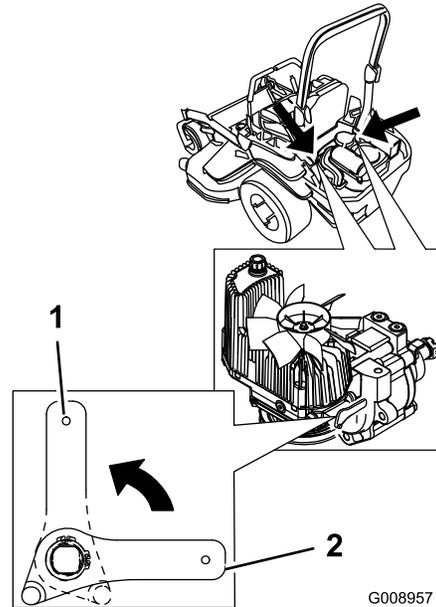

Bild 36
2. Drehen Sie zum Schieben der Maschine die Hebel des Ablassventils in die vertikale Stellung (Bild 36).
4. Stellen Sie die Ablassventilhebel zum Verwenden der Maschine horizontal (Bild 36).